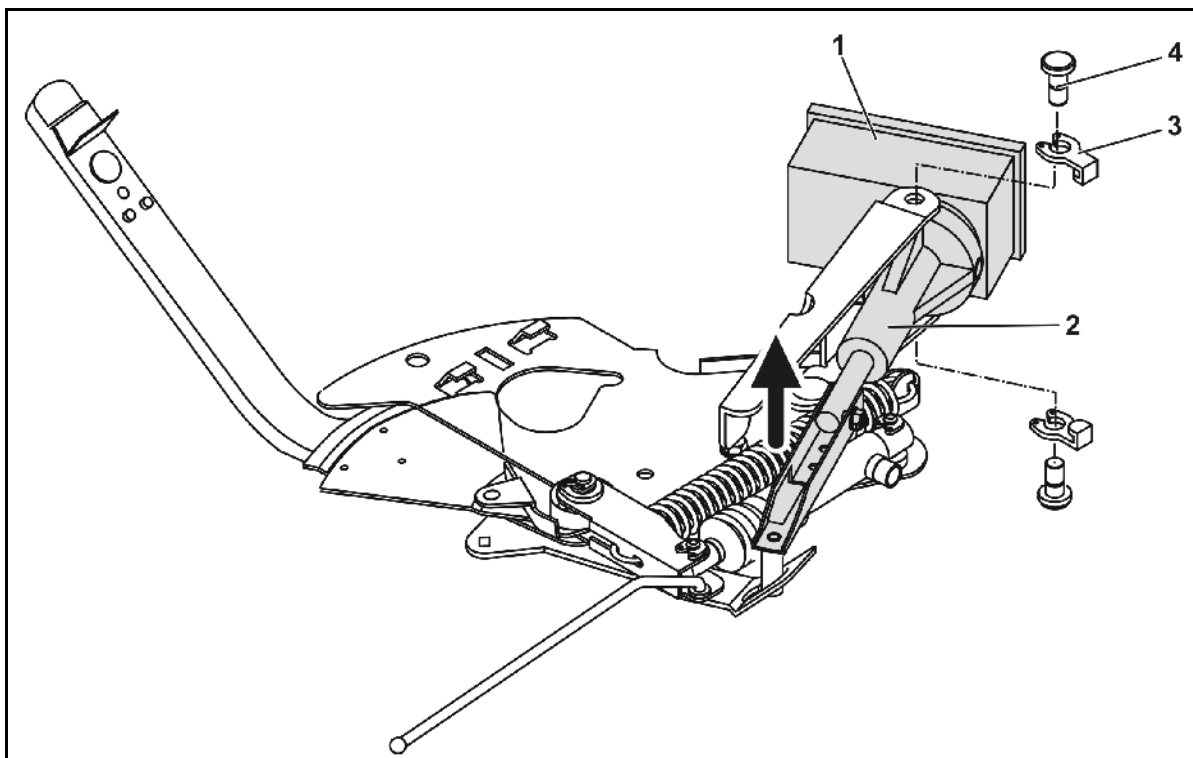

Fig. 82
1. Îndepărtați cele două cleme de siguranță (Fig. 82/3) cu un clește pentru inele elastice.
2. Scoateți cele două bolțuri de articulație (Fig. 82/4).
3. Scoateți servomotorul (Fig. 82/1) de pe consola sa.
4. Ridicați puțin servomotorul și desprindeți bieleta (Fig. 82/2) din legătura la vana glisantă de dozare.
Asigurați cu mijloace adecvate bieleta desprinsă (Fig. 82/2) împotriva rotirii în zona de lucru a cilindrului hidraulic.